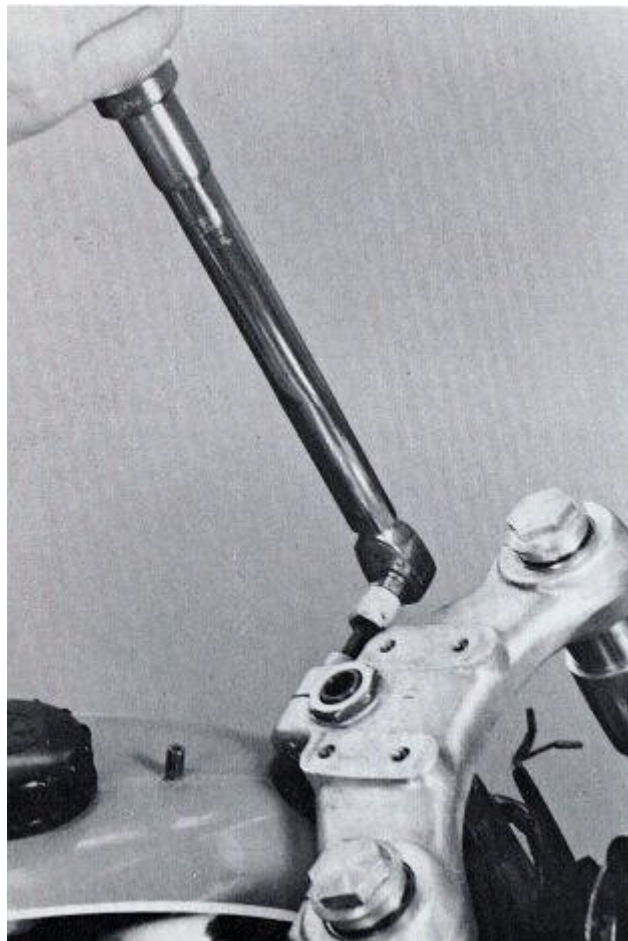

FIG. 185
17. Apriete el perno de sujeción Allen en la tija superior. Este es el tornillo que aprieta el eje de dirección. Par a 15 libras / pie. torque. (Fig. 185)